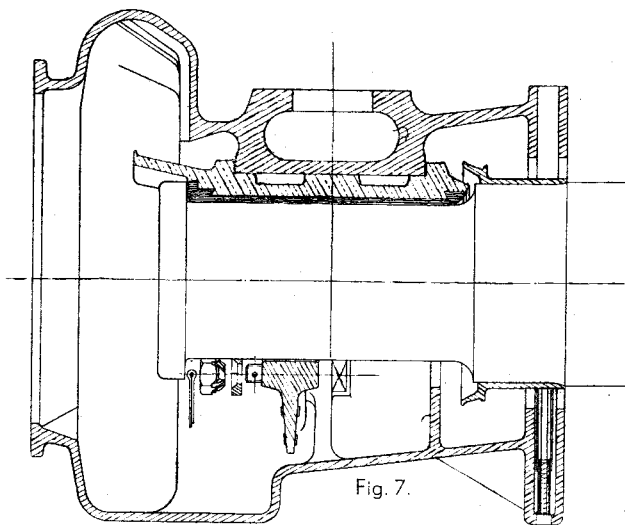
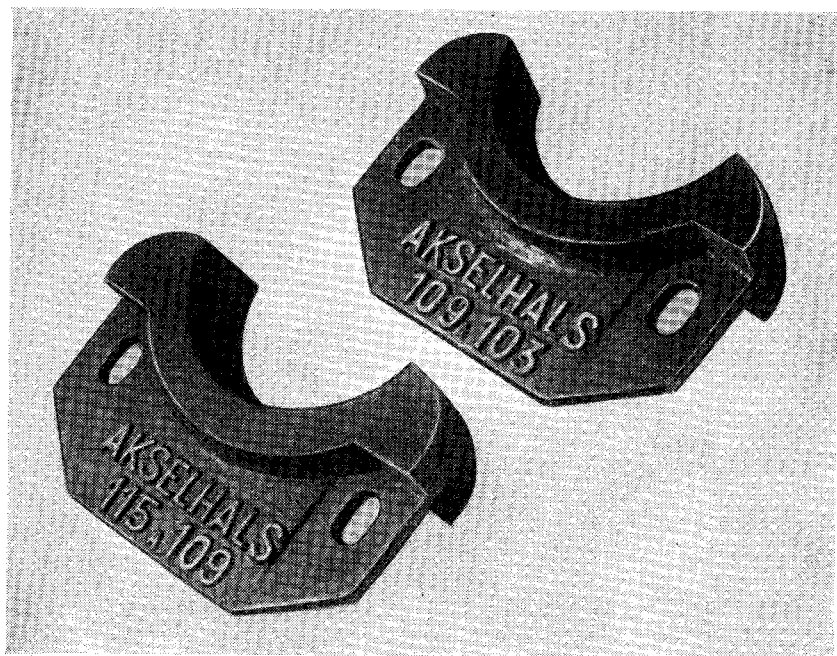

Fig. 7.
Fig. 8.
6. **Anbring Stødbrillen** (Fig. 7) Brillen har istøbt følgende Inskriptioner paa hver sin Side (Fig. 8):